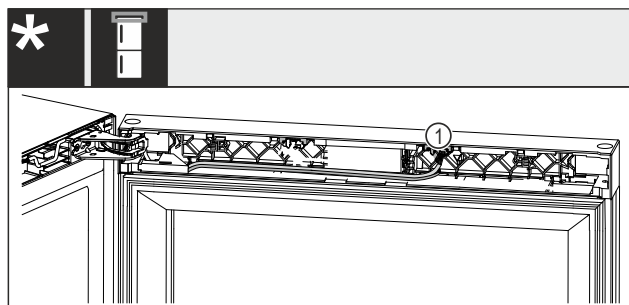

Fig. 22 Kombinovaná chladnička na víno s mrazničkou*
- Vytáhněte zástrčku Fig. 22 (1) z uložení.*